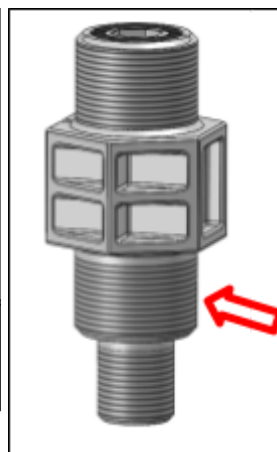

Figure 47.
18. Appliquer du ruban Téflon sur l'injecteur : enroulez quelques tours de ruban Téflon autour du filetage de l'injecteur. Cela garantit un raccordement étanche. Voir la figure 47.